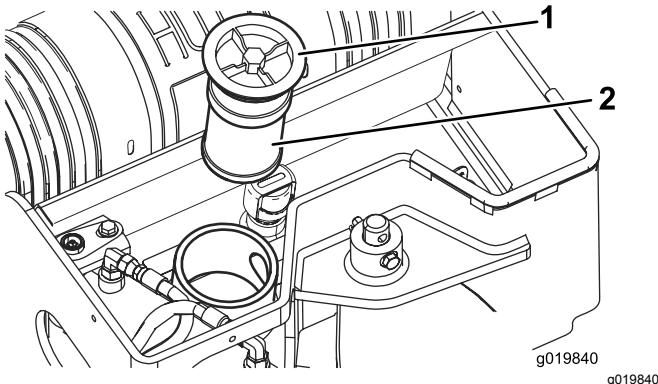

Figura 61
- 4. Retire e elimine o filtro velho (Figura 61).
- 5. Instale o filtro hidráulico de substituição e a tampa do tubo de enchimento (Figura 61) e
5. Retire a cobertura do depósito hidráulico e o filtro (Figura 61).
10. Instale o filtro hidráulico e a tampa do tubo de enchimento (Figura 61) e aperte o parafuso na parte superior com 21 a 25 N·m.